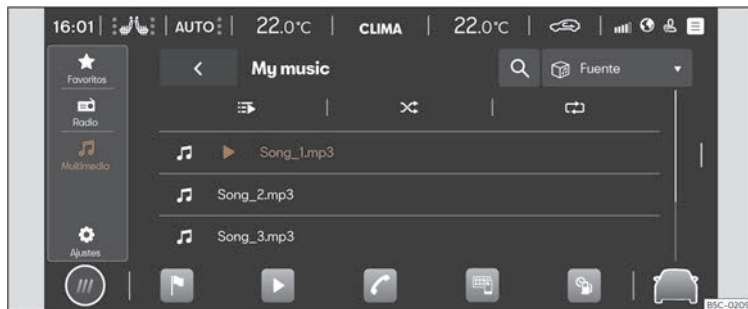

Fig. 169 Representación esquemática: Vista Multimedia.
- Prema **HOME** > ► > **fig. 169**.